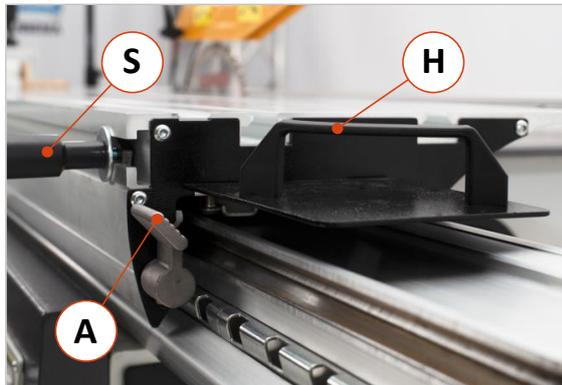

Abbildung 42: Format-Schiebeschlitten bedienen
- Zunächst den Format-Schiebeschlitten mit dem Klemmhebel (A) arretieren (siehe ⇒ Abbildung 42).
- Querschlitten von der linken Seite des Format-Schiebeschlittens in die Führungsnut (F) einführen.
- Danach mit den beiden Klemmhebeln (H) fixieren.
- Bei Bedarf lässt sich der Querschlitten über die Schrauben (C) exakt zum Schiebeschlitten ausrichten. Verwenden Sie hierzu ggf. eine Wasserwaage.